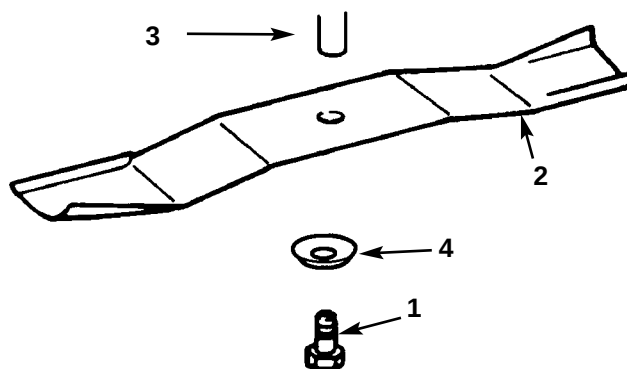

Fig. 36
2. Undersøg skærene (fig. 36). Hvis skærene ikke er skarpe eller har hak, skal kniven (ene) fjernes og slibes; se *Slibning af kniven (ene)*.
3. Fjern bolt (5/8" nøgle), den buede skive og kniven (Fig. 36). En trækloids kan sættes fast mellem kniven og klippeenheten for at låse kniven, når bolt fjernes.
1. Montér kniven, knivholderen, den buede skive (med fordybningen mod kniven) og knivbolten (fig. 36).